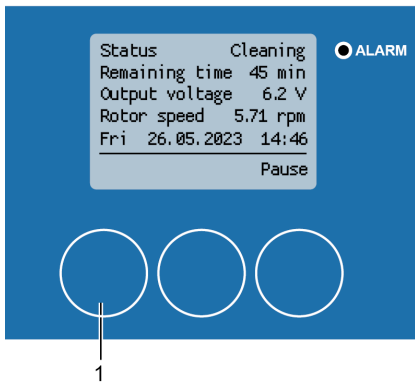

Abbildung 166: Abbruch des Reinigungsprozesses
1. Drücken Sie [Abbruch] (Abbildung 166/1), um den Reinigungsprozess abubrechen.